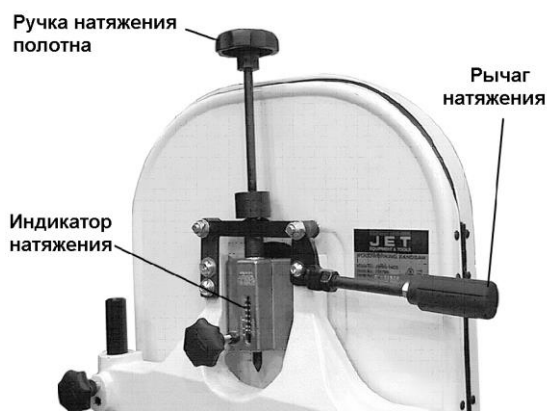

Рисунок 17
1. Ослабьте натяжение полотна, нажав на рычаг натяжения (рисунок 17).
3. Поверните ручку натяжения полотна (рисунок 17) по часовой стрелке, чтобы натянуть полотно. Индикатор на ползуне верхнего шкива (D, рисунок 17-3) показывает приблизительное натяжение полотна в соответствии с его шириной. На начальном этапе натяните полотно, ориентируясь на его ширину\*.